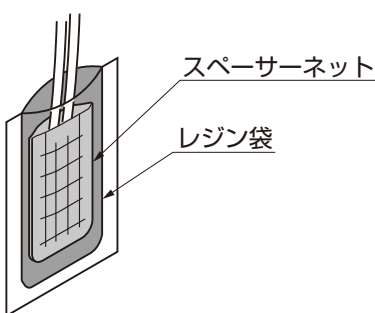

図4-4
- ⑤ 混合したレジンの封を切り、スペーサーネットが見えなくなるまで入れてください。(図4-4参照)